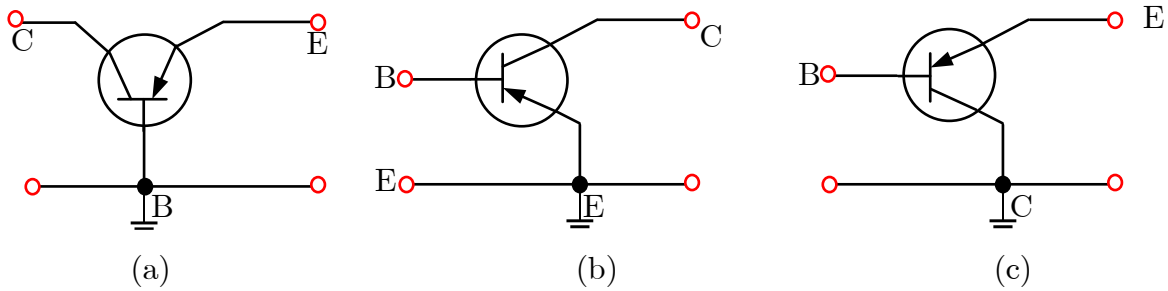

Figure 4.6
Il existe trois manières de connecter un transistor : en base commune (BC) (figure 4.6-a), en émetteur commun (EC) (figure 4.6-b), et en collecteur commun (CC) (figure 4.6-c).